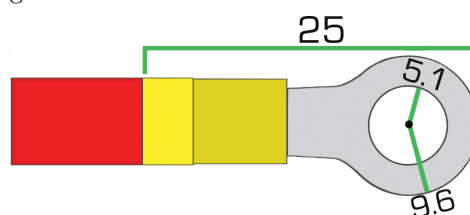

Figura 3: Dimensões do conector olhal expressas em mm
- Utilizar conector olhal para evitar mal contato. Especificações do conector na Figura 3 abaixo.